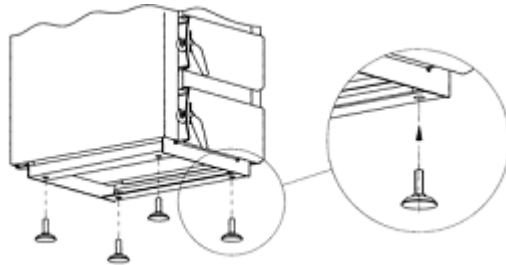

Рис. 4. Горизонтальне встановлення котла
- А. Котел разом з теплообмінником встановити на негорючій основі, використовуючи теплоізолюючу плиту більшу принаймні по 2 см на сторону від бази котла. Якщо котел розміщений у підвалі, радимо поставити його на підмурівок висотою 5-10 см. Для горизонтального розміщення котла служать 4 ніжки, які можна вкрутити в отвори в основі котла (Рис.4).